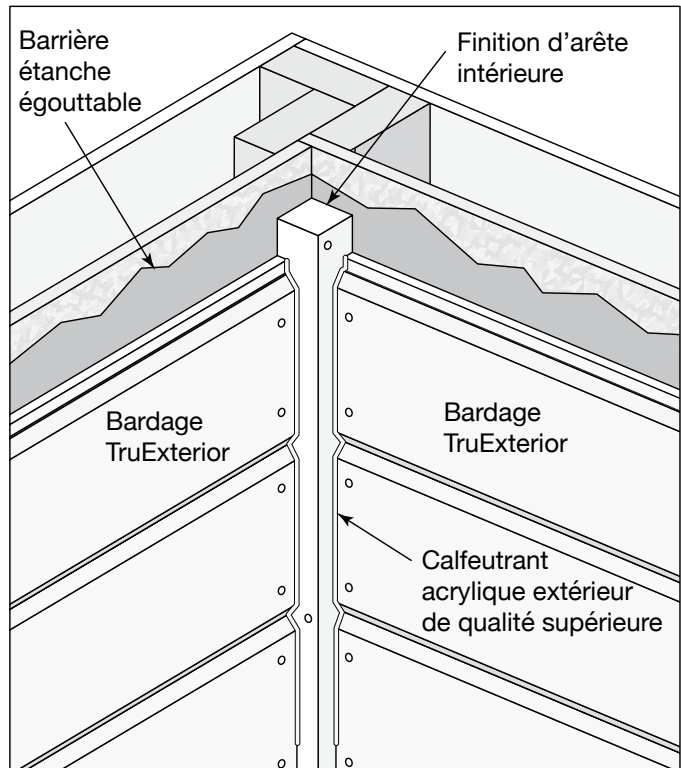

Fig. 9A : Détail de l'arête intérieure, sans écart et avec calfeutrants
- Quand vous créez des arêtes intérieures, installez des pièces de finition de 2 po x 2 po dans le coin à l'aide d'attaches approuvées (**Fig. 9a**).
- Utilisez 1 clou à chaque 16 po sur toute la longueur en alternant de chaque côté de la finition et en assurant une pénétration dans la charpente (**Fig. 9a**).
- Abutez chaque passe de bardage à la finition de coin et fixez-la en place (**Fig. 9a**).
- Scellez le joint entre la finition de coin et le bardage à l'aide de calfeutrant acrylique extérieur de qualité supérieure (**Fig. 9a**).
Bien que le bardage TruExterior n'ait pas à être apprêté ou scellé au niveau des coupes d'extrémité, on peut utiliser toute une variété de calfeutrants et de scellants avec le produit pour aider à prévenir l'infiltration d'eau dans la structure (Fig. 9a et 9b).